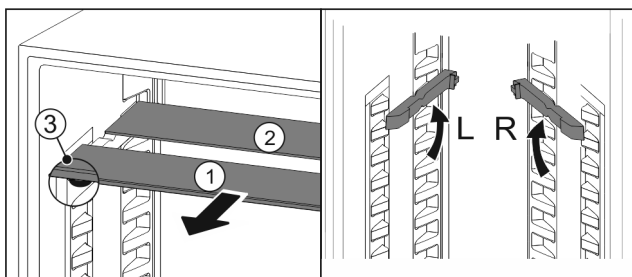

Fig. 174
- Glasplatten einzeln nach vorne herausziehen Fig. 174 (1).
- Glasplatte Fig. 174 (1) mit Zierleiste liegt vorne.
- Stopps Fig. 174 (3) zeigen nach unten.